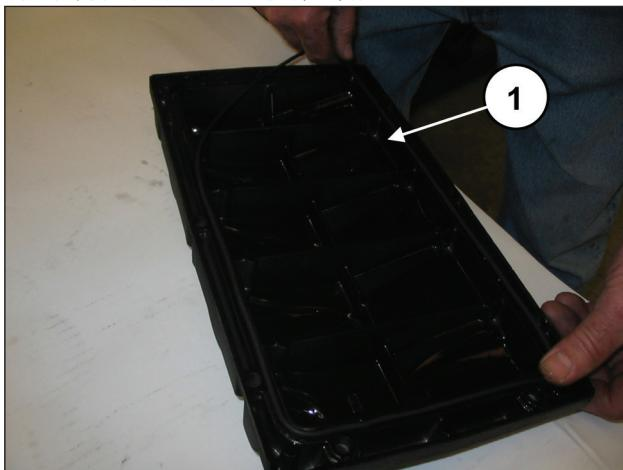
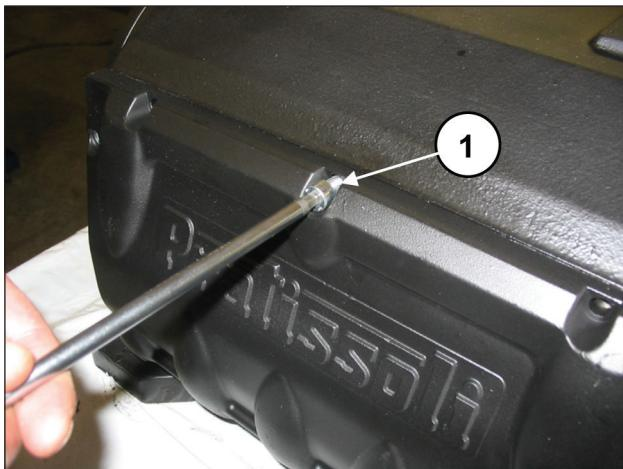

图84
图85
将O形圈插入后盖（①，图84）并通过10个M8x18螺丝固定到曲轴箱（①，图85）。